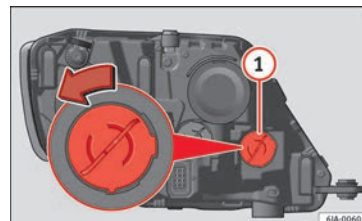

Fig. 148 Substituição da lâmpada das luzes indicadoras de mudança de direção.
- Rode o porta-lâmpadas » **Fig. 148** ① para a esquerda e retire-o.